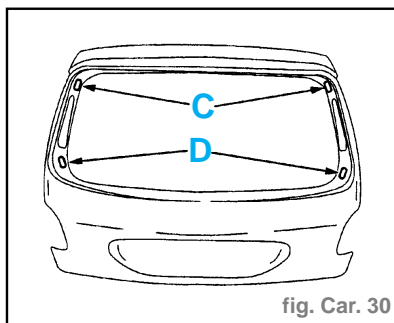

fig. Car. 30
- Poser les cales supérieures de vitre en (C) (fig. Car. 30).